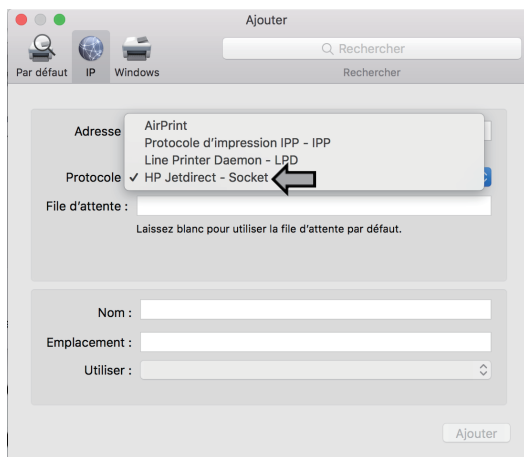

Fig.9
④ Cliquez sur le menu déroulant « Protocole » et sélectionnez « HP Jetdirect – Socket » (seul le protocole Socket est pris en charge) (voir la Figure 9).